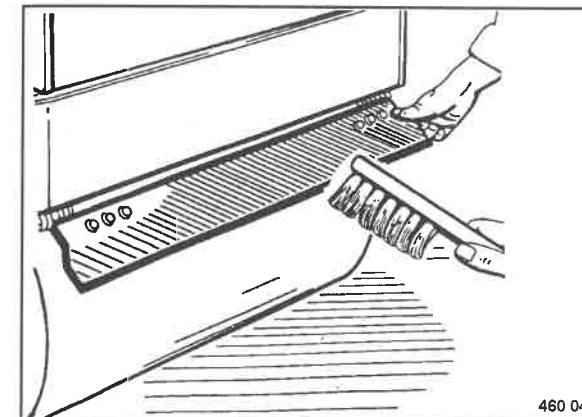

Fig. 94
- Sollevare e pulire il raschiatoio (Fig. 94). La pulizia occorre particolarmente prima del costipamento di pavimentazioni di asfalto.